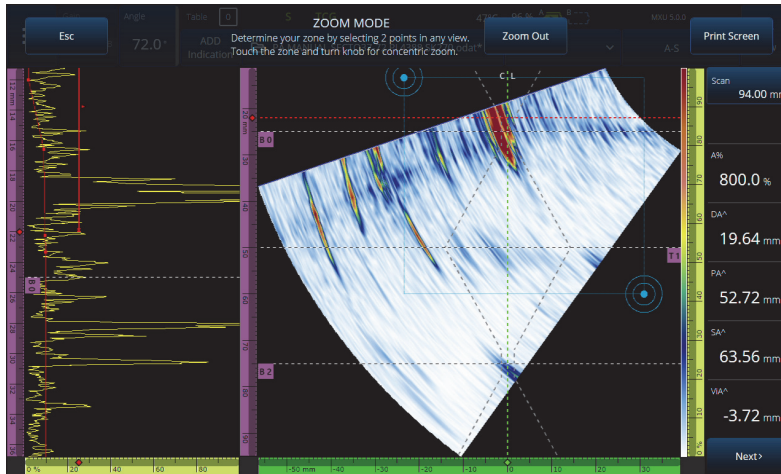

Figura 2-11 Ejemplo de zoom
1. Presione la tecla Zoom () para activar (o desactivar) el modo de zoom (ver Figura 2-11 en la página 44).
- ◆ Presione la tecla zoom (🔍) para activar el modo de zoom (ver Figura 2-11 en la página 44) y, después, seleccione el parámetro **Imprimir pantalla** en la pantalla.